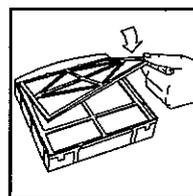
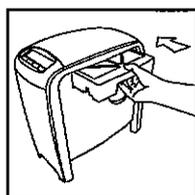

Fig. 34
Fig. 35
- Assujettissez le tamis du préfiltre au filtre (fig. 34) puis replacez l'ensemble dans le laveur d'air (fig. 35).